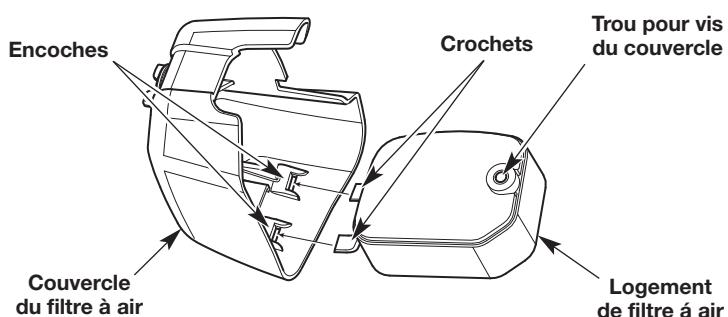

Fig. 15
- Insérer les crochets sur le boîtier du filtre à air en fonction des encoches de son couvercle (Fig. 15).
- Basculer le couvercle du filtre à air vers la droite et aligner la vis du couvercle avec le trou de la vis (Fig. 15). Serrez la vis du couvercle, de manière à immobiliser le couvercle du filtre à air.